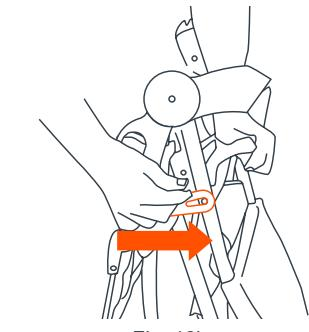

Fig. 18b
- La poussette est pliée en tirant simultanément chaque plide déclenchement (Fig. 18a). Lorsque les verrous sont libérés, la poignée va commencer à tomber vers le sol. Relâchez les boutons et appuyez vers le bas sur la Poussette jusqu'à ce qu'elle est complètement pliée. Verrouillez la Poussette pliée dans la position fermée en attachant la sangle de verrouillage, situé sur le côté droit de la poignée de la poussette, sur le rivet situé sur l'accoudoir (Fig. 18b).